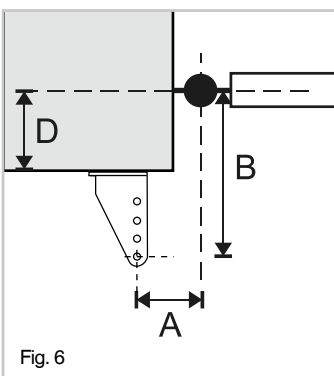

Fig. 6
**Cancello fissato al centro del pilastro** (fig. 6)